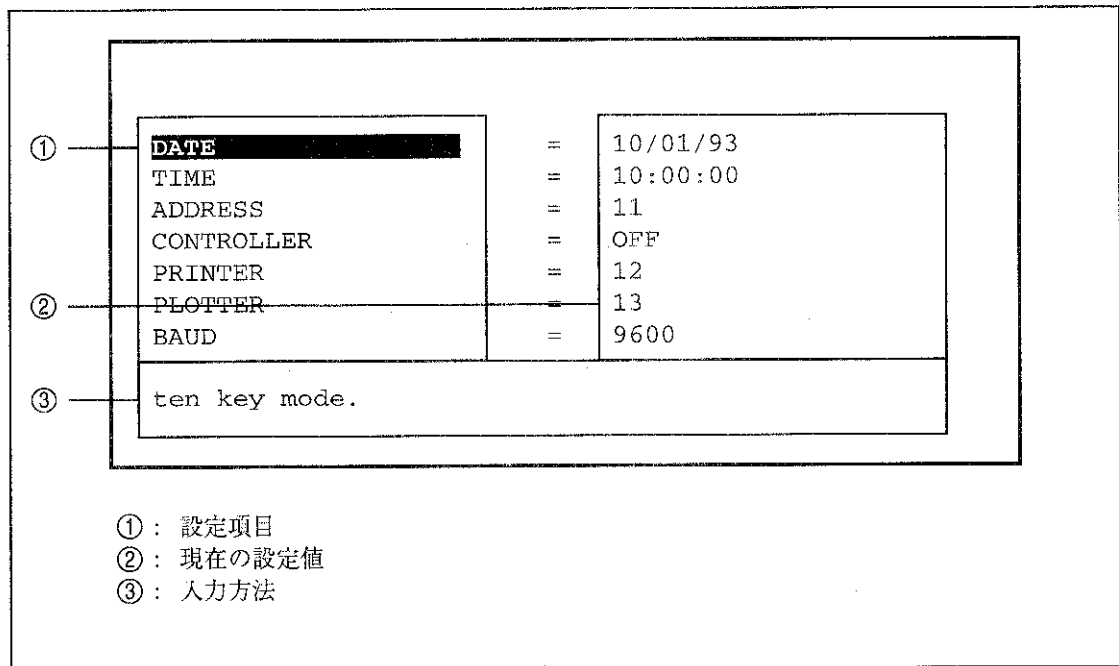
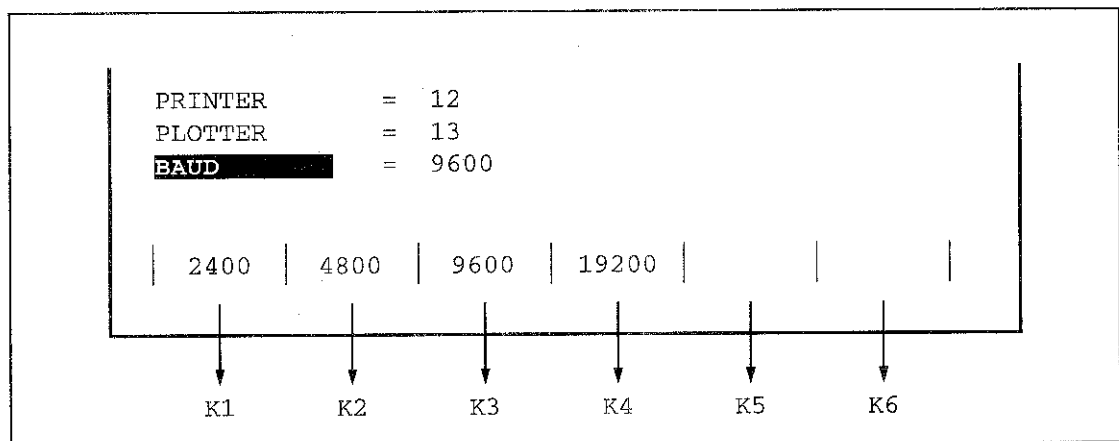

図 4-24 CONFIG モード画面 (テン・キー入力時)
図 4-25 CONFIG モード画面 (ファンクション・キー入力時)
BASIC が停止中に CONFIG キーを押すと、図 4-24 のように画面表示されます。
1 行目から 7 行目までに設定項目 (図 4-24 の①) と現在の設定値 (図 4-24 の②) が表示されます。カーソルのある項目が、作業対象になっています。
8 行目には入力方法を示しています (図 4-24 の③)。“ten key mode.” と表示されている場合には、テン・キーで数値を入力します。それ以外の場合は、ファンクション・キー (K1 ~ K6) からの入力を示します (図 4-25)。ファンクション・キーは、左から K1 ~ K6 に対応しています。表示は、ファンクション・キーに対応した設定値を示しています。その中から設定値を選択して下さい。空白表示のファンクション・キーは使用できません。(図 4-25 の場合 K5、K6 は使用できません。)